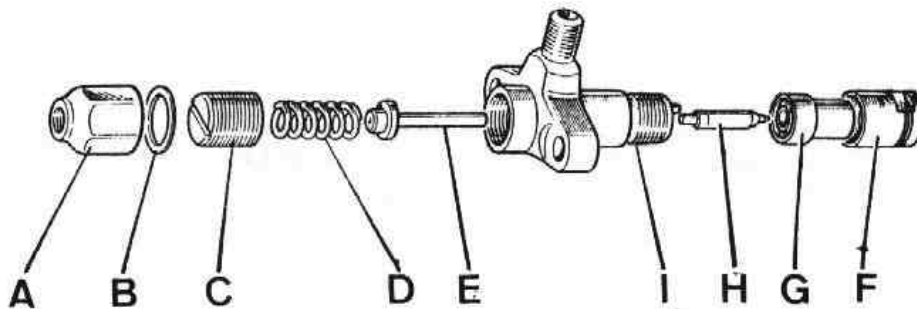

Fig. L1-11 Desarmado del conjunto inyector
- 4.1. Desenroscar el tapón, A (Fig. L1-11) y su arandela de estanqueidad, B. Extraer el regulador de presión, C, el muelle, D, y la aguja, E, con el casquillo de tope. Desmontar la tuerca, F, de retención de la tobera y retirar la tobera, G, y la aguja, H, quedando totalmente independizado el cuerpo I.